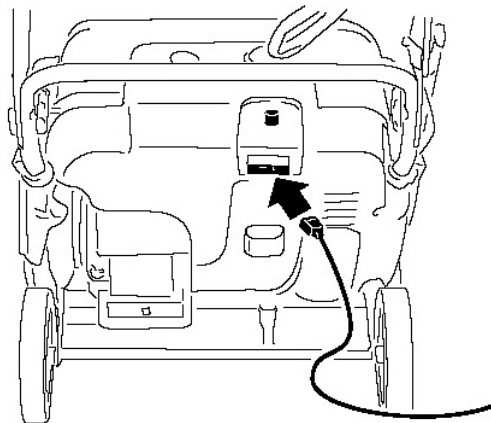
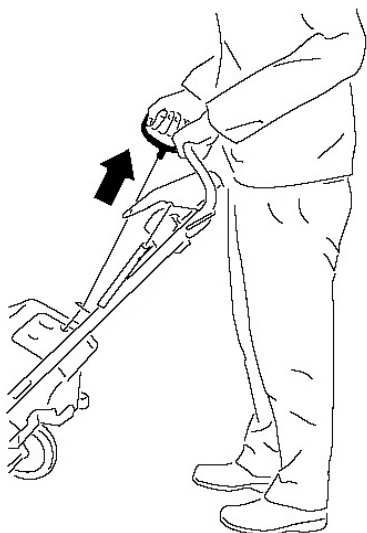

Рисунок 14
Рисунок 15
4. Подключите снегоуборщик к источнику питания с помощью удлинителя, нажмите кнопку электростартера (только для модели 38571) (Рис. 14), или потяните рукоятку пускового шнура (Рис. 15).